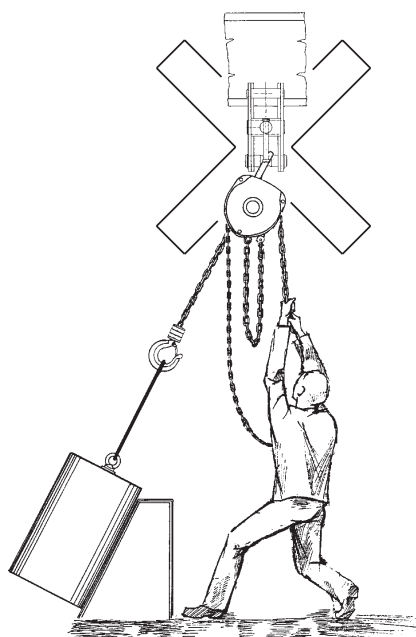

Fig. 2
- Zijdellingse belasting op de balkklem is niet toegestaan (Fig. 2).
- È vietato applicare forze di trazione laterali alla pinza (Fig. 2).